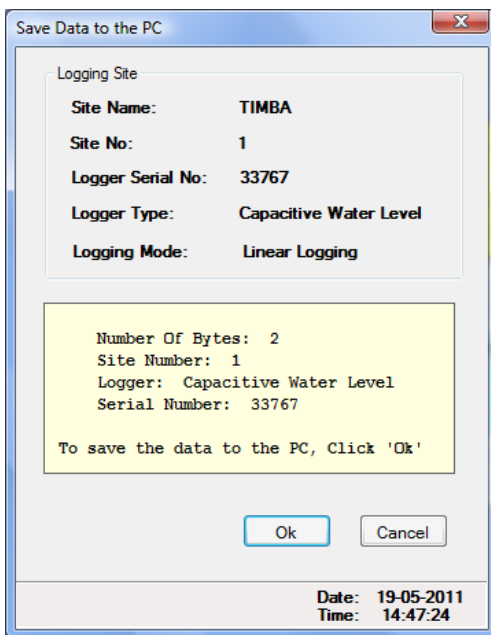

Figura 10. Información de la transferencia de datos al computador
5.6 En esta ventana pregunta que si se quieren salvar los datos. Para esto se solicita conectar el cable al logger, y posteriormente se debe hacer click en Aceptar. Una vez realizado esto, aparece la siguiente ventana con la información del archivo que guarda los datos almacenados por el logger. Ver figura 10. Se debe hacer click en OK